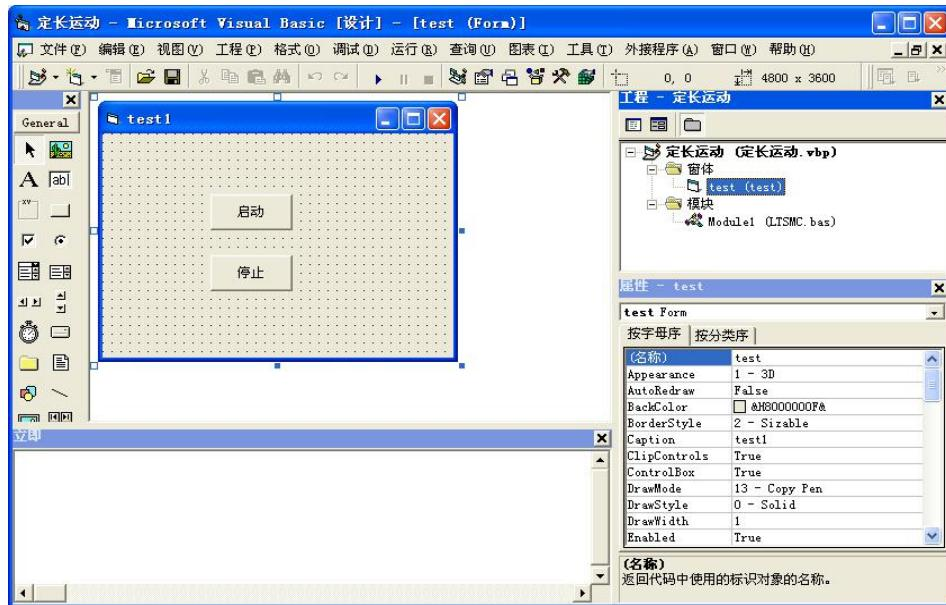

图1.7 添加头文件
- 5) 菜单中选择“工程”→“添加模块”→“现存”，找到test1 目录下的LTSMD.bas 文件，添加到工程中，如图1.7所示。